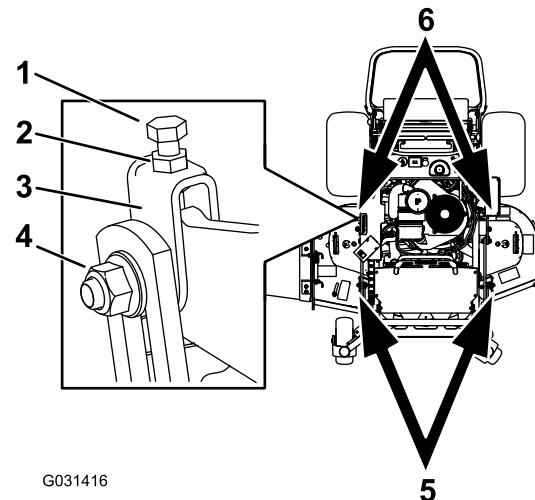

**Figure 80**
2. Tournez 1 lame dans le sens longitudinal. Mesurez la distance aux points **A** et **B** entre une surface plane et le bord coupant des pointes des lames (Figure 80).